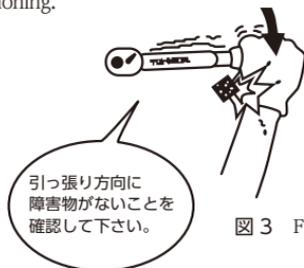

図3 Fig.3
- 狭い所での締め付け作業では手やひじに注意して下さい。(図3)